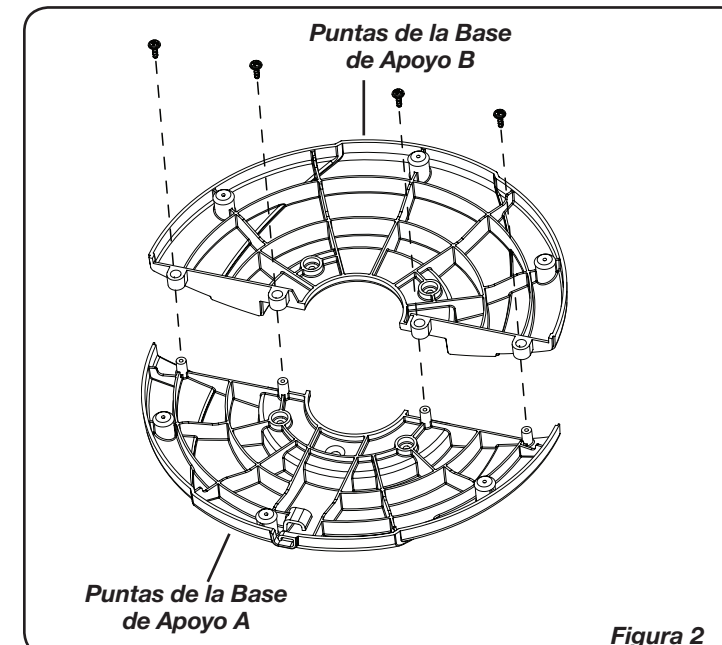

Figura 2
3. Asegure (4) #8 X 1/2" **Tornillos** en los dos orificios externos en la parte inferior de la **Base** cuando mostrado. (*Figura 2*)